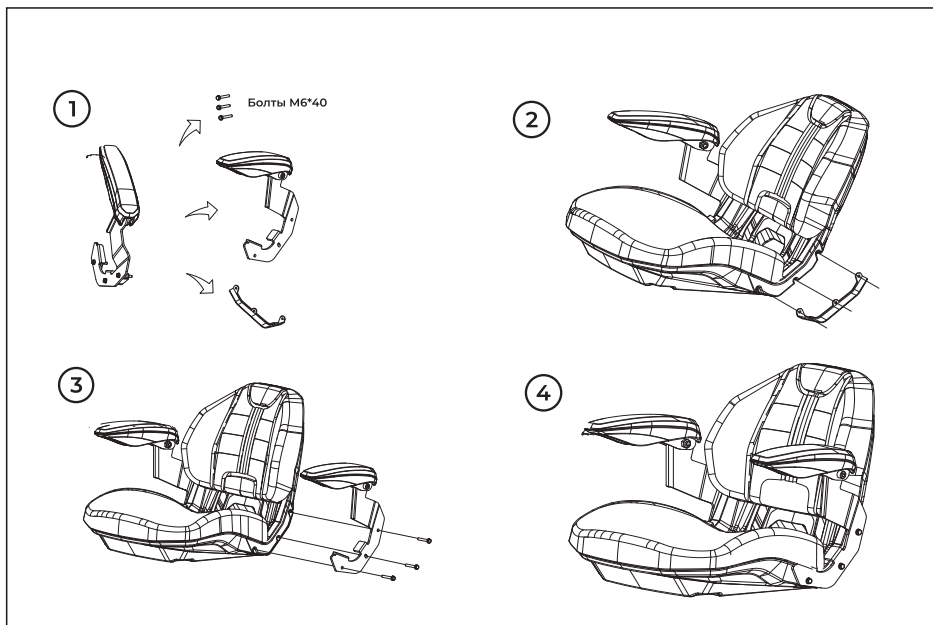

Рис. 4.1
6.3.1 Установка подлокотников к сиденью (рис. 4.1)